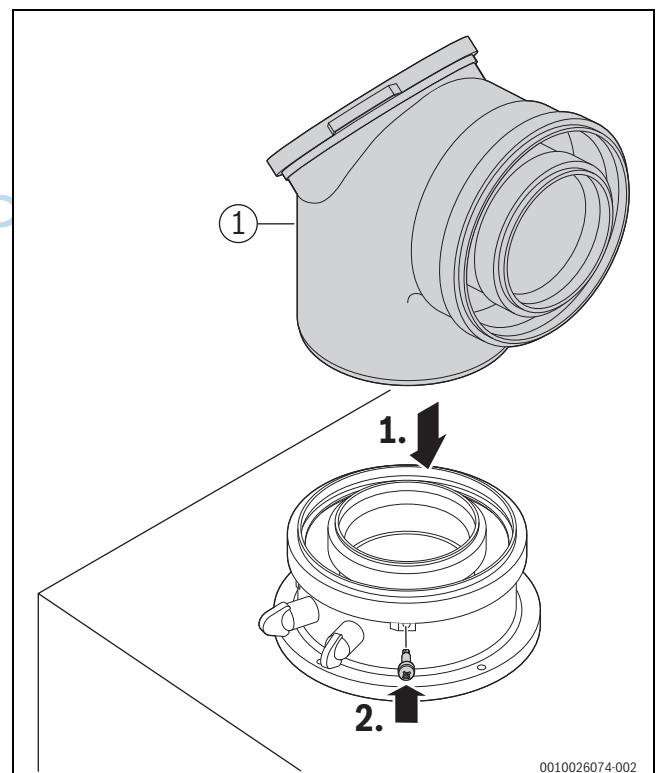

Bild 73 Abgaszubehör einsetzen und mit Schraube sichern
► Abgaszubehör anschließen (→ Bild 73, [1]). Dabei die Installationsanleitung des Abgaszubehörs beachten.